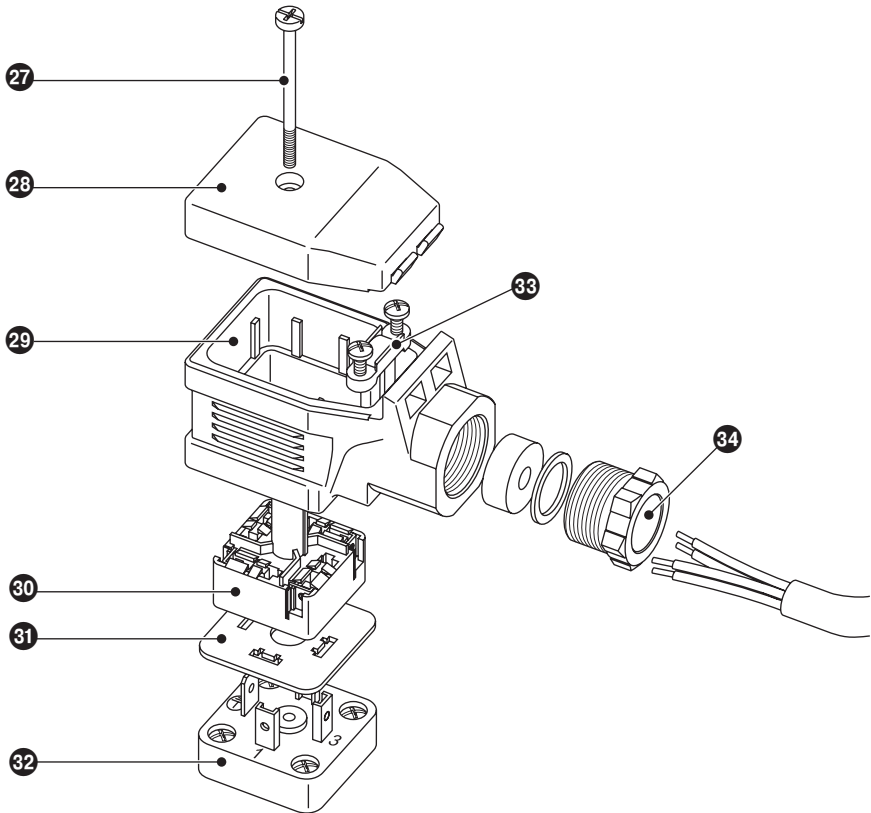

Fig. 22
1. Schraube 27 lösen. **Fig. 22**